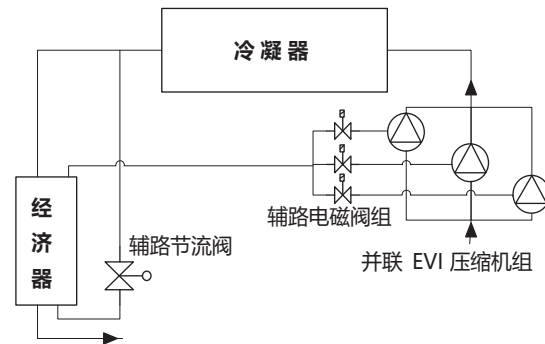

图3-4：多台压缩机共用经济器
- 喷气增焓并联系统，可以每个压缩机单独配一个经济器，分液方案要保证各工况下每个经济器都能充分供液；也可以多台压缩机共用一个经济器。如果多台压缩机共用一个经济器，每台压缩机喷气回路必须单独配一个电磁阀（见图3-4）。